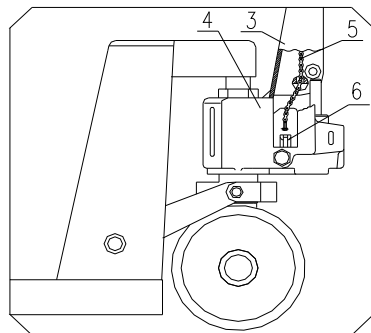

Рис.2
1.3. Поверните шкворень (2) так, чтобы палец в отверстие в вертикальное положение. Проведите цепь вала через отверстие в шкворне (2). См. рис. 2.
1.4. Установите шнек и гайку на конце цепи в паз опорного корпуса рычага (6). См. рис.2 и 5.